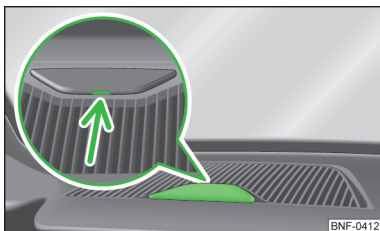

Fig. 66
- Introduceți o șurubelniță dreaptă în degajarea marcată cu săgeată » fig. 66 și rabatați cu atenție, înspre în sus, masca de acoperire.
- Închideți orificiul din bord pentru suport, cu ajutorul capacului » fig. 66.